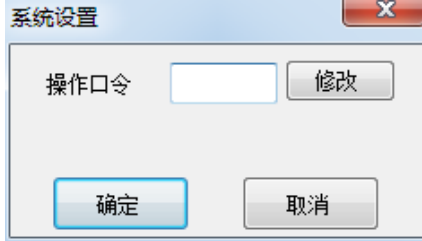

图 4.10 系统设置界面
1. 点击系统设置，弹出如图 4.10 所示对话框，默认操作口令为空，点击确定退出。